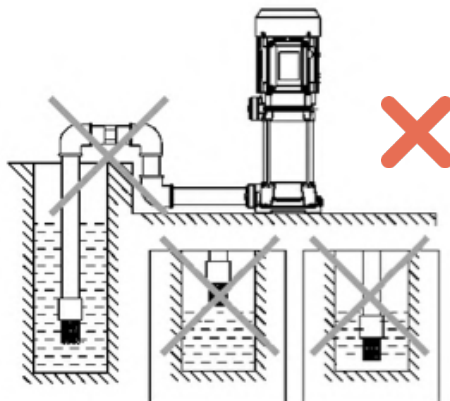

Fig. 2
2. La válvula de pie debe colocarse verticalmente e instalarse a 30 cm del fondo del agua para evitar la aspiración de arenas y piedras (fig. 2).
5. Preste atención a la caída del nivel de agua durante el uso, la válvula de pie no debe estar sobre la superficie del agua (fig.2).